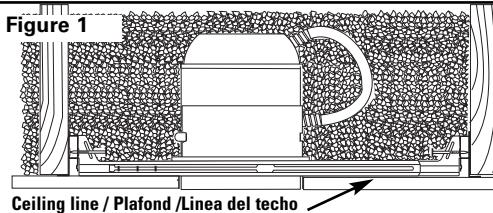

Figure 1
- Fixture is designed for installation where it may come in contact with insulation (Fig. 1).
Step 1. Locate fixture between joists (Fig. 1)
• L'appareil d'éclairage est conçu pour être installé là où il peut entrer en contact avec de l'isolant (fig. 1).
Étape 1. Positionnez l'appareil d'éclairage entre les solives, (fig. 1).
• El accesorio está diseñado para una instalación en la que ésta podría entrar en contacto con el aislante (fig. 1).
Paso 1. Localice el accesorio entre las vigas fig. 1).